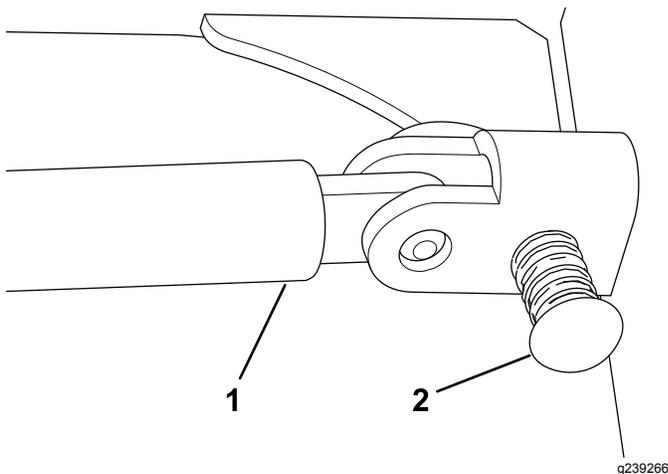
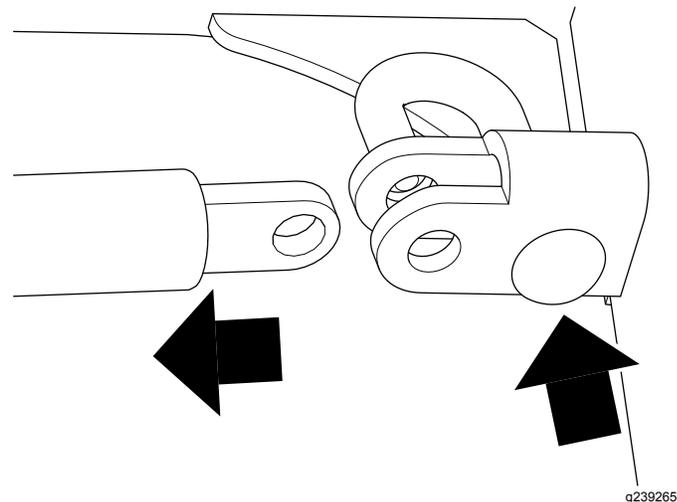

Bild 12
Bild 13
1. Drücken Sie den Federstift nach oben und ziehen Sie die Strebe aus dem Halterung heraus (Bild 12 und Bild 13).